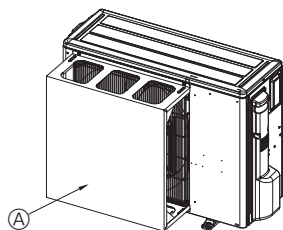

Fig. 2-5
- ② Monter en beskyttende luftkanal (ekstrautstyr) hvis enheten monteres på et sted der sterk vind fra en orkan osv. kan komme direkte inn i luftløpet. (Fig. 2-5)